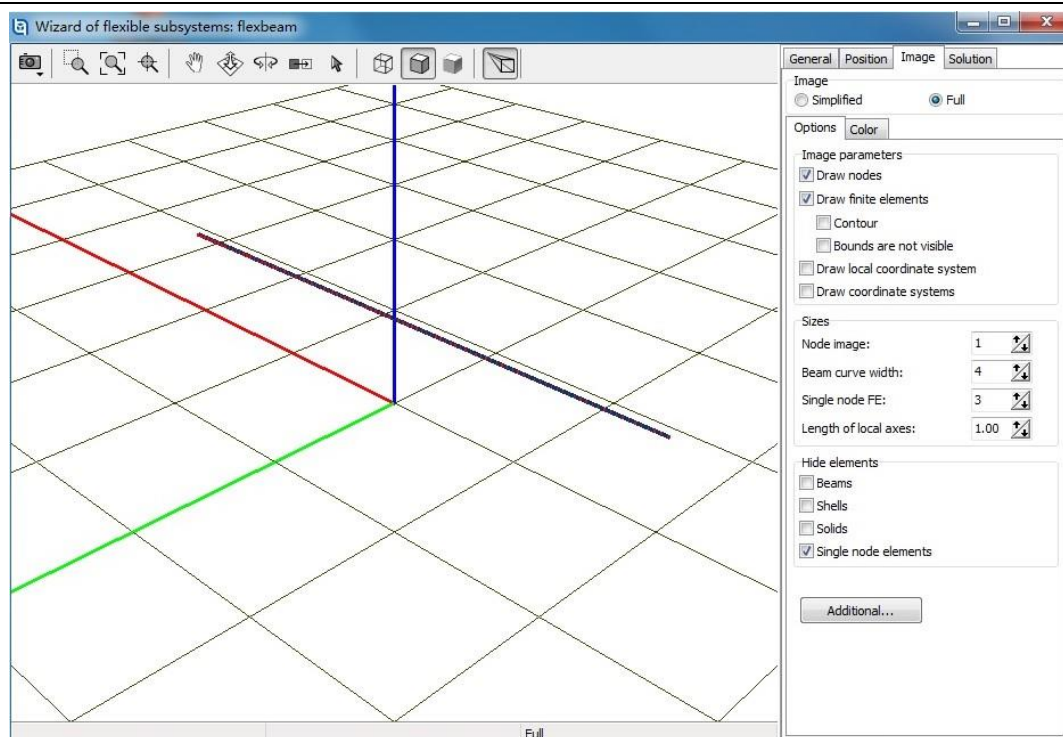

图 1.7
7. 取消选择 **Image parameters** 框的 **Draw nodes** 选项，勾选 **Hide elements** 框的 **Single node elements** 选项，如图 1.7 所示。